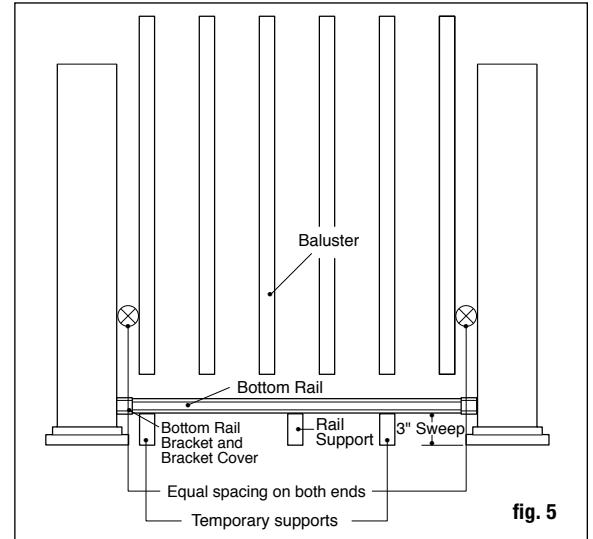

fig. 5
**Step 6** Measure the distance between installed post sleeves to determine the length of the top and bottom rails. Place the bottom rail in position next to the posts and adjust so the distance between the first baluster hole and post is greater than 2" and equal on both ends (refer to fig. 5). Mark the rail. Cut the bottom rail. Cut the top rail to the same spacing and length.
**Step 8** Place the line rail bracket covers and line brackets on the ends of the bottom rail. Install the rail support and prop the bottom rail between the posts using blocks cut to size. Check the rail for level. Using the line bracket as a guide, mark the screw positions on the post sleeve and rail on both ends. Pre-drill 1/8" pilot holes through the post sleeve and rail. Attach the line bracket to the post sleeve using four #8-15 x 2" - #2 square drive pan head screws and then attach line bracket to rail using two #10-16 x 3/4" - #2 square drive pan head self-drilling screws (fig. 5).
**Étape 6** Mesurez la distance entre les manchons de poteaux installés pour déterminer la longueur des traverses du haut et du bas. Placez la traverse inférieure en position près des poteaux et ajustez afin que la distance entre le premier trou de balustre et le poteau soit plus élevée que 5 cm (2 po), puis égale aux deux extrémités (voir la fig. 5). Marquez la traverse. Coupez la traverse du bas. Coupez la traverse du haut à la même espacement et longueur.
**Étape 8** Placez les couvre-supports et support de traverse aux extrémités de la traverse inférieure. Installez le support de traverse et appuyez sur la traverse du bas entre les poteaux en utilisant des blocs coupés à la bonne taille. Vérifiez que la traverse est à niveau. En utilisant le support comme guide, marquez la position des vis sur le manchon de poteau et sur les deux extrémités de la traverse. Percez des trous de guidage de 0,3 cm (1/8 po) dans le manchon de poteau et la traverse. Fixez le support au manchon de poteau grâce à quatre vis à tête carrées n° 8-15 x 5 cm (2 po) - n° 2, puis fixez le support à la traverse en utilisant deux vis à têtes carrées autotaraudeuses n° 10-16 x 1,9 cm (3/4 po) - n° 2 (fig. 5).